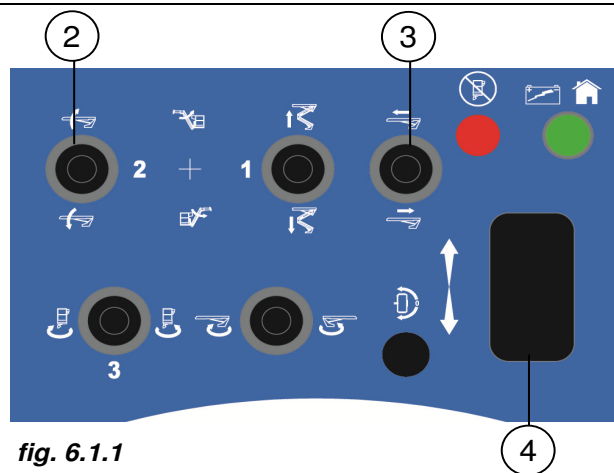
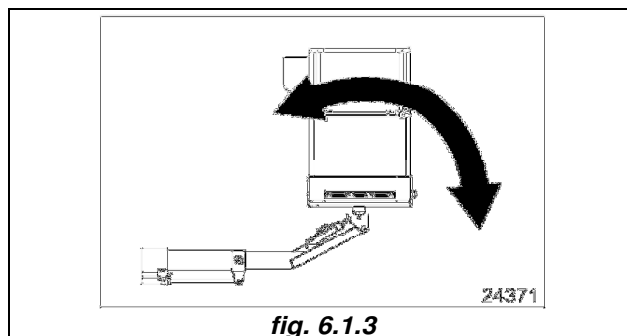

fig. 6.1.1
fig. 6.1.3
- actionner le levier de commande de soulèvement bras (*pos.2 fig. 6.1.1*), en maintenant le levier actionné appuyer sur le bouton potentiométrique de réglage de la vitesse (*pos. 4 fig. 6.1.1*) jusqu'à ce que la nacelle se soulève d'environ 50 cm.
Tourner les deux déviateurs à deux positions présents dans la partie postérieure du cylindre d'extension de 90° en position de mise à niveau (*fig. 6.1.3*).
- descendre de la plateforme et actionner le levier de commande «extension bras télescopique» (*pos. 3 fig. 6.1.1*) et sans le laisser, actionner le levier qui contrôle la vitesse des mouvements. De cette façon, il est possible de niveler la nacelle (effectuer une course complète de la nacelle du bas vers le haut et ensuite alignez-la) (*fig. 6.1.3*).